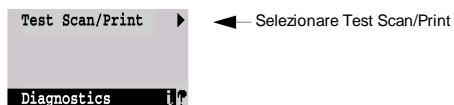

Figura 5-8 Comando test Scan/Print
4. Nello schermo riportato nella Figura 5-8, selezionare Test Scan/Print.